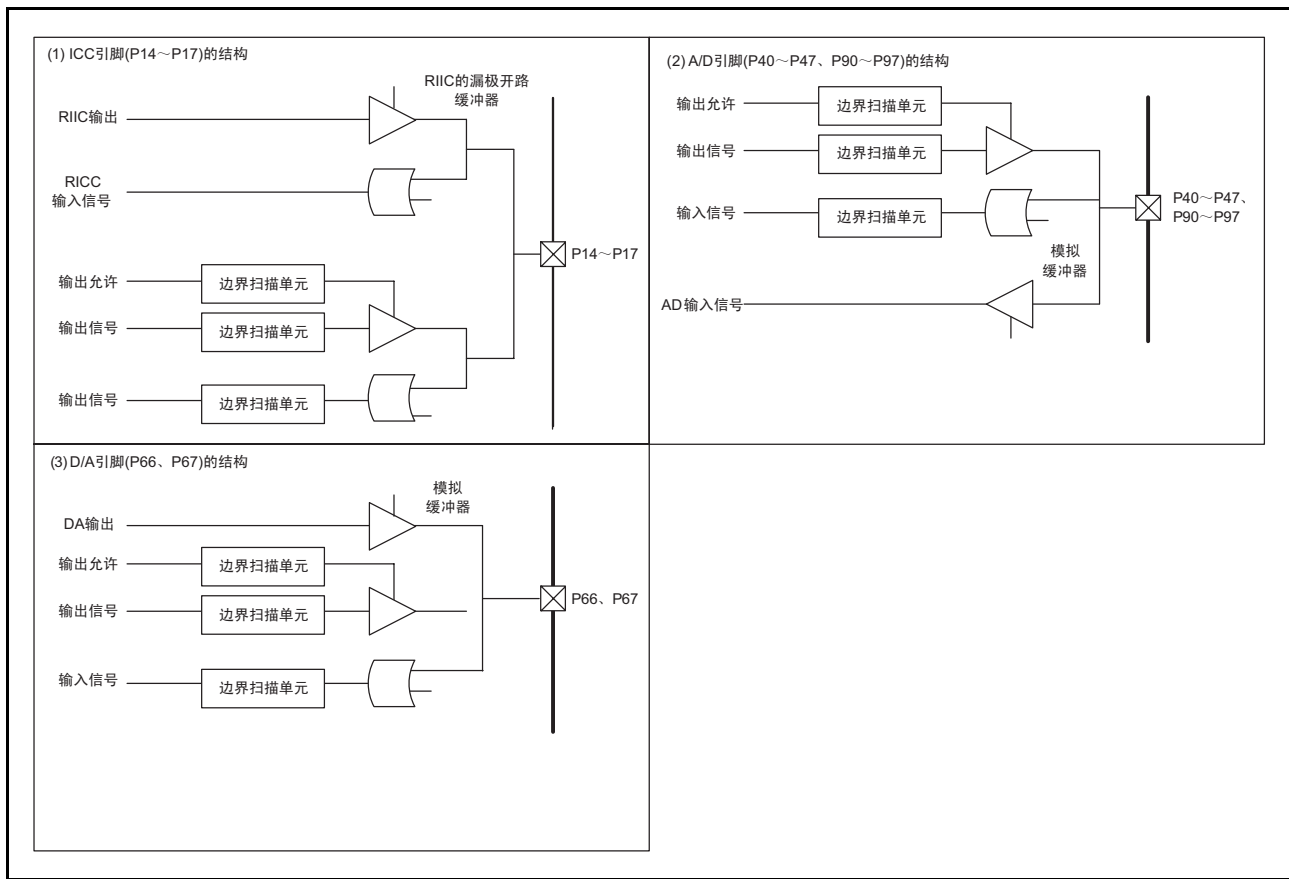

图 28.4 各引脚的结构
9. P14～P17的引脚结构如图28.4（1）所示。如果将P14～P17用作IIC引脚（SDA0、SDA1、SCL0、SCL1），就在使用边界扫描功能时需要注意与漏极开路输出的冲突和寄生电流。
10. P40～P47和P90～P97的引脚结构如图28.4（2）所示。如果将P40～P47、P90～P97用作AD输入（AN0～AN7、AN8～AN15），就在使用边界扫描功能时需要注意与AD输入的冲突和寄生电流。
11. P66和P67的引脚结构如图28.4（3）所示。如果将P66和P67用作DA输出（DA0、DA1），就在使用边界扫描功能时需要注意与DA输出的冲突和寄生电流。